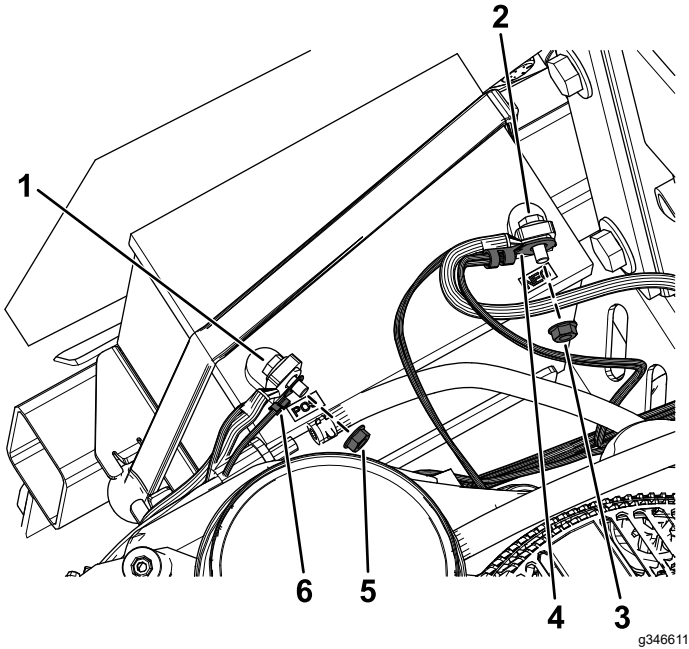

図 23
5. プラス端子のナットを外し、キットのワイヤハーネスのプラス端子用リングをボルトに取り付ける 図 23。
6. 先ほど外したナットを取り付けてプラス端子のリングを固定する 図 23。
8. マイナス端子のナットを外し、キットのワイヤハーネスのマイナス端子用リングをボルトに取り付ける 図 23。
9. 先ほど外したナットを取り付けてマイナス端子のリングを固定する 図 23。